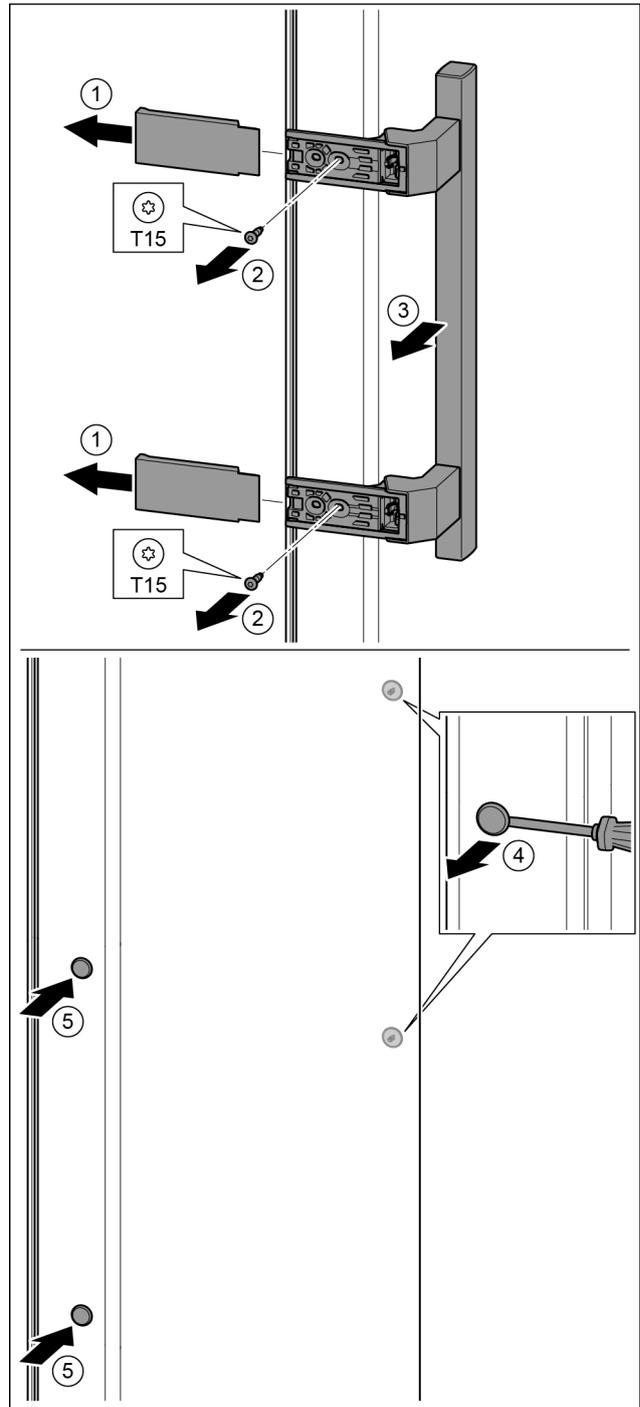

Fig. 18
- ▶ togliere la copertura. Fig. 18 (1)
- ▶ Con il cacciavite T15 svitare le viti. Fig. 18 (2)
- ▶ Togliere la maniglia. Fig. 18 (3)
- ▶ Con un cacciavite sollevare con attenzione i tappi laterali ed estrarli. Fig. 18 (4)
- ▶ Inserire nuovamente i tappi sull'altro lato. Fig. 18 (5)